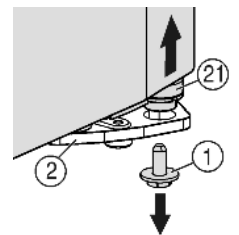
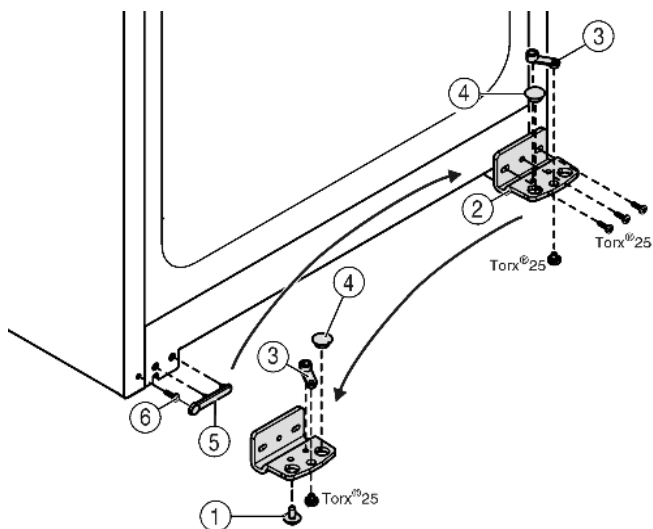

Fig. 4
Fig. 5
- ▶ Внизу справа на опорному кронштейні викрутіть фіксуючий гвинт Fig. 4 (1).
- ▶ Опорний гвинт Fig. 4 (21) можна буде вийняти з опорного кронштейна Fig. 5 (2).
- ▶ Якщо опорний гвинт Fig. 4 (21) не виймається, натисніть на нього знизу.
- ▶ Викрутіть опорну деталь Fig. 5 (2).
- ▶ Відкрутіть опорну деталь Fig. 5 (3) і вставте в протилежний отвір опорного кронштейну, знову пригвинтіть.
- ▶ Вийміть пробку Fig. 5 (4) з опорного кронштейна та переставте її в отвір на протилежному боці опорного кронштейна.
- ▶ Зніміть обережно кришку Fig. 5 (5) з боку ручки.
- ▶ Викрутіть гвинти Fig. 5 (6) і встановіть їх з протилежного боку.
- ▶ Знову вставте кришку Fig. 5 (5).
- ▶ Пригвинтіть опорний кронштейн Fig. 5 (2) на новий бік шарніра (з моментом 4 Нм). За потреби використовуйте пристрій для електричного закручування гвинтів.
- ▶ Вкрутіть фіксуючий гвинт Fig. 4 (1) знизу в гвинт і затягніть (з моментом 4 Нм).